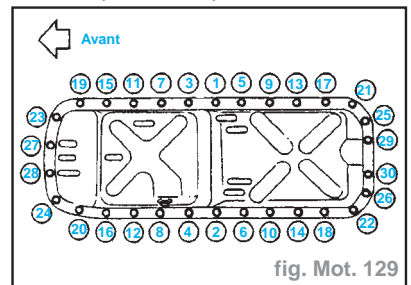

fig. Mot. 129
- Reposer le carter d'huile. Serrer les boulons dans l'ordre indiqué sur la figure (fig. Mot. 129).